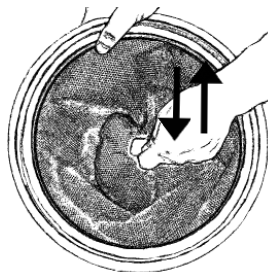

Fig. 23
2. No extraer el filtro del recipiente. En su lugar, sacudir ligeramente el filtro dentro del recipiente para que se desprenda del polvo dejándolo caer dentro del recipiente. Esto se hace sujetando la correa sobre el filtro y moviendo rápidamente el filtro hacia arriba y hacia abajo, como se muestra en la Fig. 23.